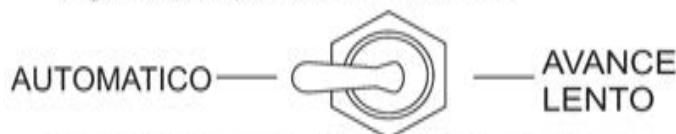

Figura 20. Interruptor del control del cilindro de tiempo (Automático)
2. Gire el *interruptor del control de tiempo del cilindro* (Figura 20) a la posición **AUTOMATICO**.